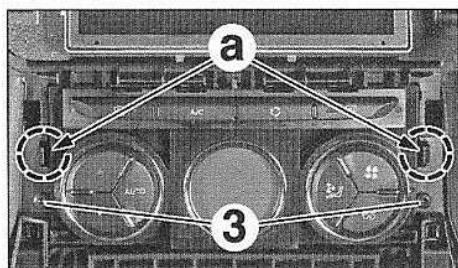

FIG.21
- Déposer les vis (3) (Fig.21).